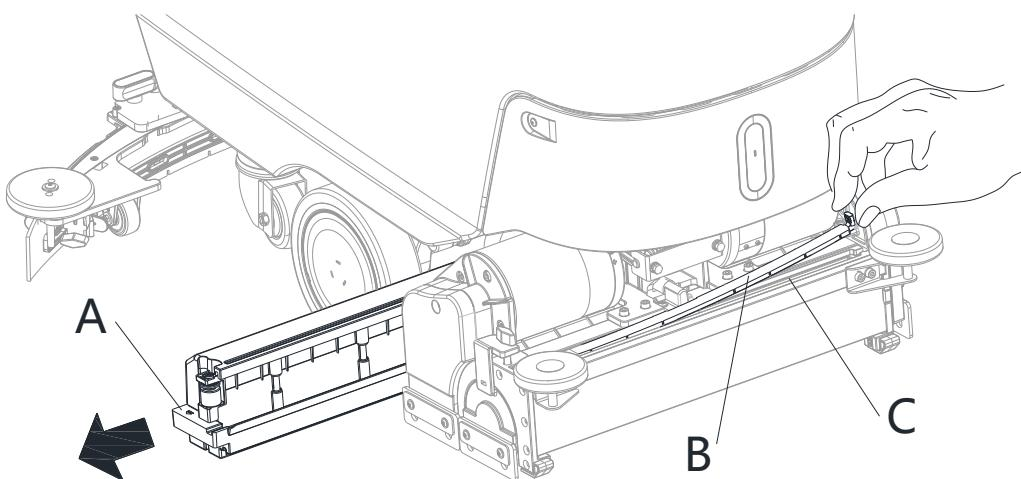

Figure 17
- Tirer la trémie à débris (A, Fig. 17) sur le côté, puis la nettoyer soigneusement et la réinstaller sur le plateau. Proposer de la nettoyer à la fin du quart de travail.
- Tirer sur le couvercle en caoutchouc (B) et nettoyer le bac (C) pour s'assurer qu'aucun trou n'est bouché. Remettre le couvercle en caoutchouc (B) après le nettoyage.